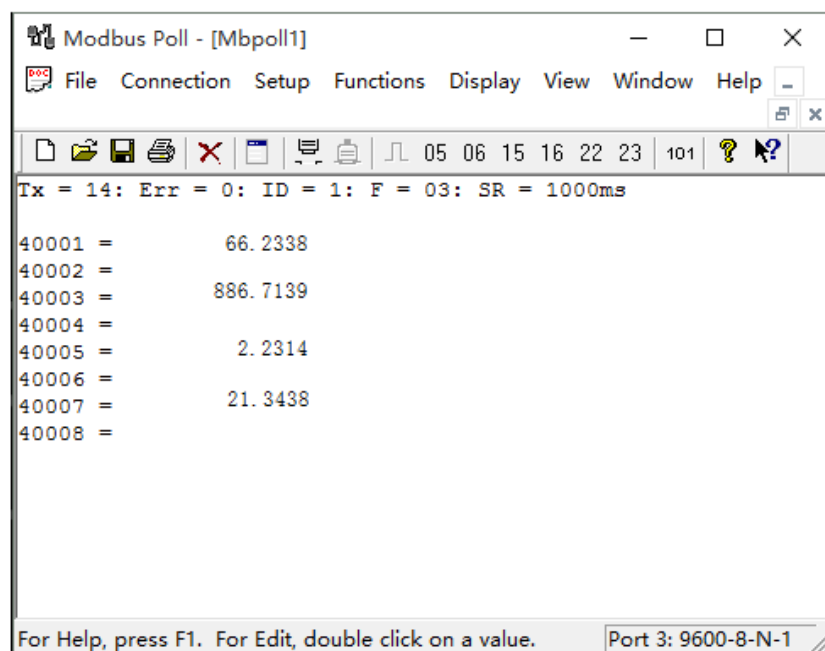

图 18 正常通信界面
(5) 设置完成，正常通信界面如图 18 所示。粘度 66.2338 cp，密度 886.7139 kg/m³，介电常数 2.2314，温度 21.3438 °C。